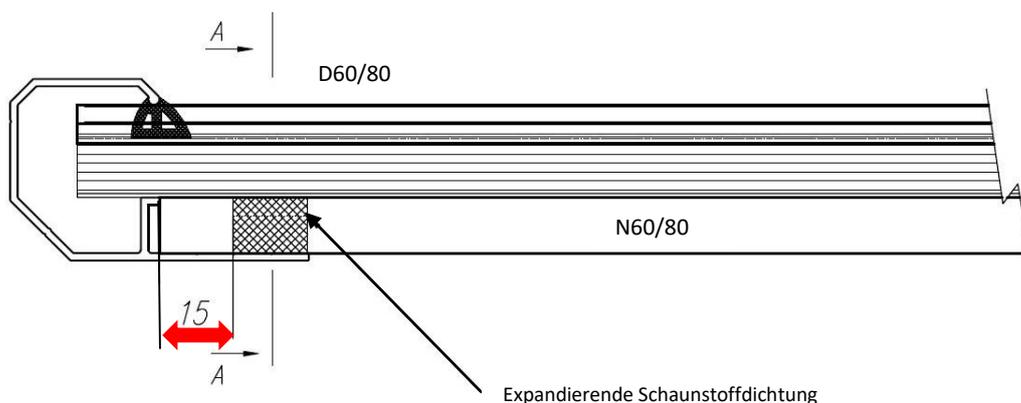

Abb. 33 Dehnungsdichtung zwischen N Profilen (Querschnitt)
**Dehnungsdichtung auf das Basis-Profil aufkleben. Dabei einen Abstand von 15 mm zur Wandung des Basis-Profiles einhalten (Abb. 33).**